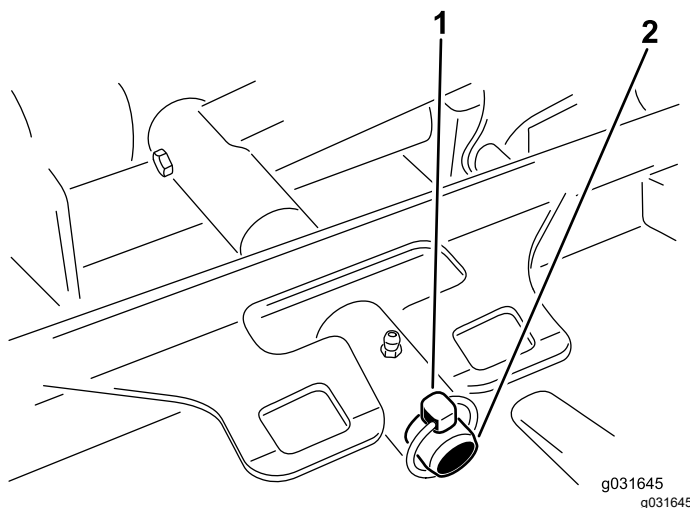

Figura 67
3. Retire o pino de sujeição ou a porca de bloqueio que fixa estrutura de suporte da plataforma ao pino de articulação do braço de elevação (Figura 67).
3. Deslize a estrutura de suporte da plataforma para o pino da articulação do braço de elevação e prenda-a com o pino de sujeição ou a porca de retenção (Figura 67).